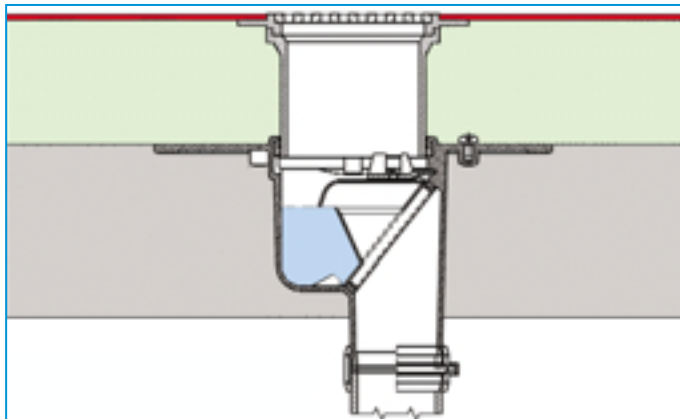

Bild 17 Bodenablauf zweiteilig mit Pressdichtungsflansch, Typ 4 in Bodenaufbau mit zwei Dichtungsbahnen
- Die Bodenabläufe zweiteilig mit Pressdichtungsflansch Typ 4 (Bild 17) werden in